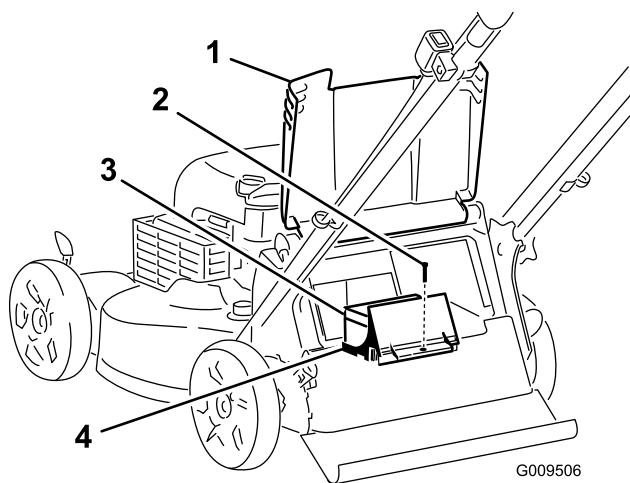

Figura 27
1. Eleve el deflector trasero y localice el compartimento de la batería (Figura 27).